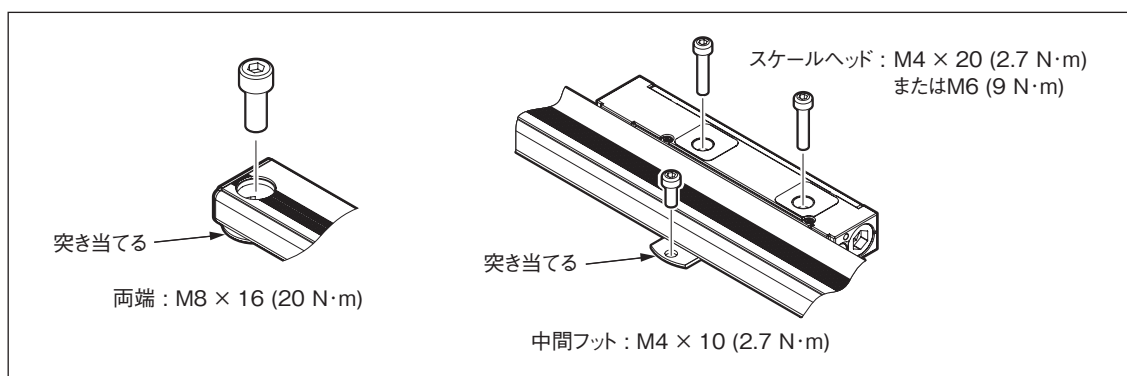

図 3-3
- ・ スケール取付けねじは、一度に締めず、仮締めをし、平行度を出してから規定トルク（図3-3参照）で締付けてください。